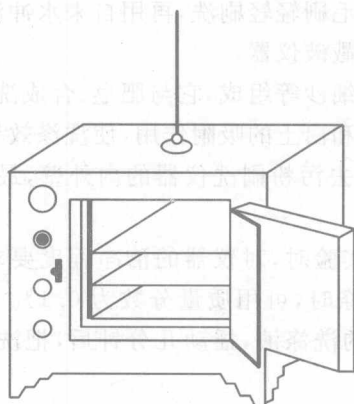

图 2-1 电烘箱
(1)烘干。洗净的仪器尽量滴干水可放在电烘箱(图 2-1)内烘干(温度控制在 378 K 左右)。